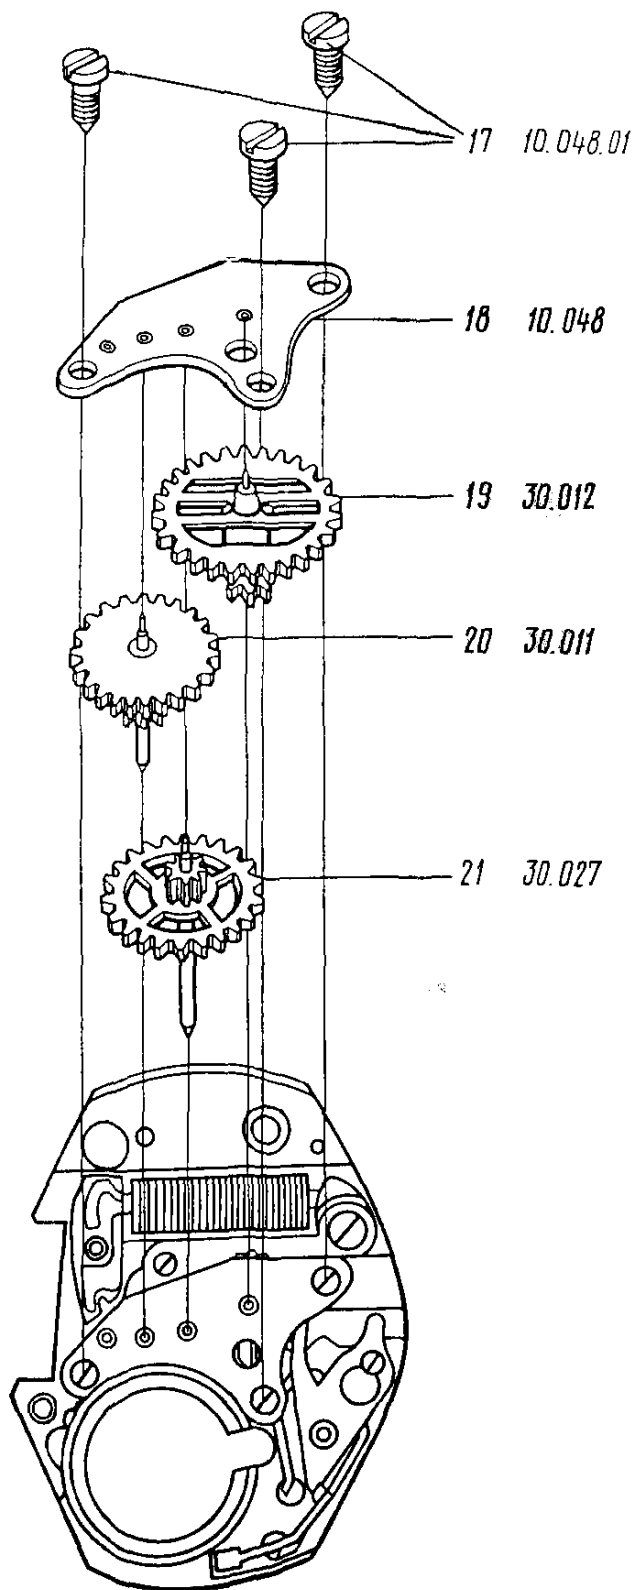

Рис. 52
20. Отвернуть и снять винты 17 моста колесной передачи (рис. 52)